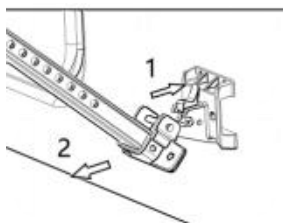

Figure D9
a. Maak het lipje aan de onderste montagebeugel los, zwenk de steunstang naar buiten en plaats deze verticaal op de grond. (Afbeelding D9)